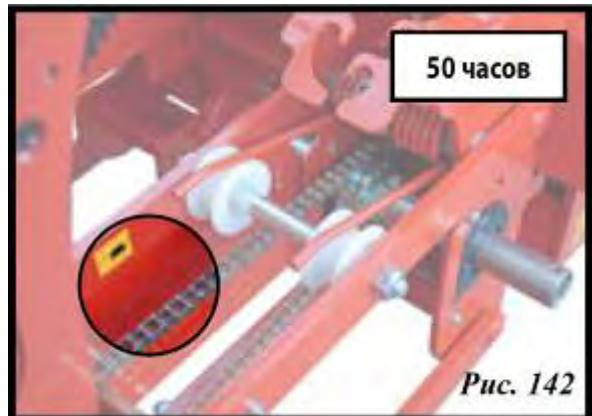

Рис. 142
- Цепи передач для каждой высевающей секции (рис. 142).